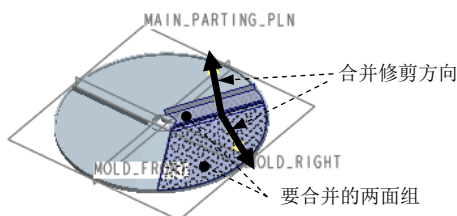

图 5.18 定义合并方向
(1) 按住 **Ctrl** 键，选取图 5.18 所示的两个面组。
(2) 单击 **分型面** 操控板中 **编辑** 区域的 按钮，此时系统弹出“合并”操控板。
(3) 定义合并修剪的方向，调整合并方向，如图 5.18 所示。
(4) 在“合并”操控板中单击  按钮。